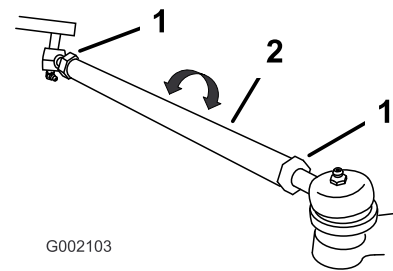

Bild 45
3. Lockern Sie die Klemmmuttern an beiden Seiten der Zugstangen (Bild 45), wenn das Maß nicht im angegebenen Bereich liegt (siehe die Abmessungen und Parameter am Anfang dieses Vorgangs).